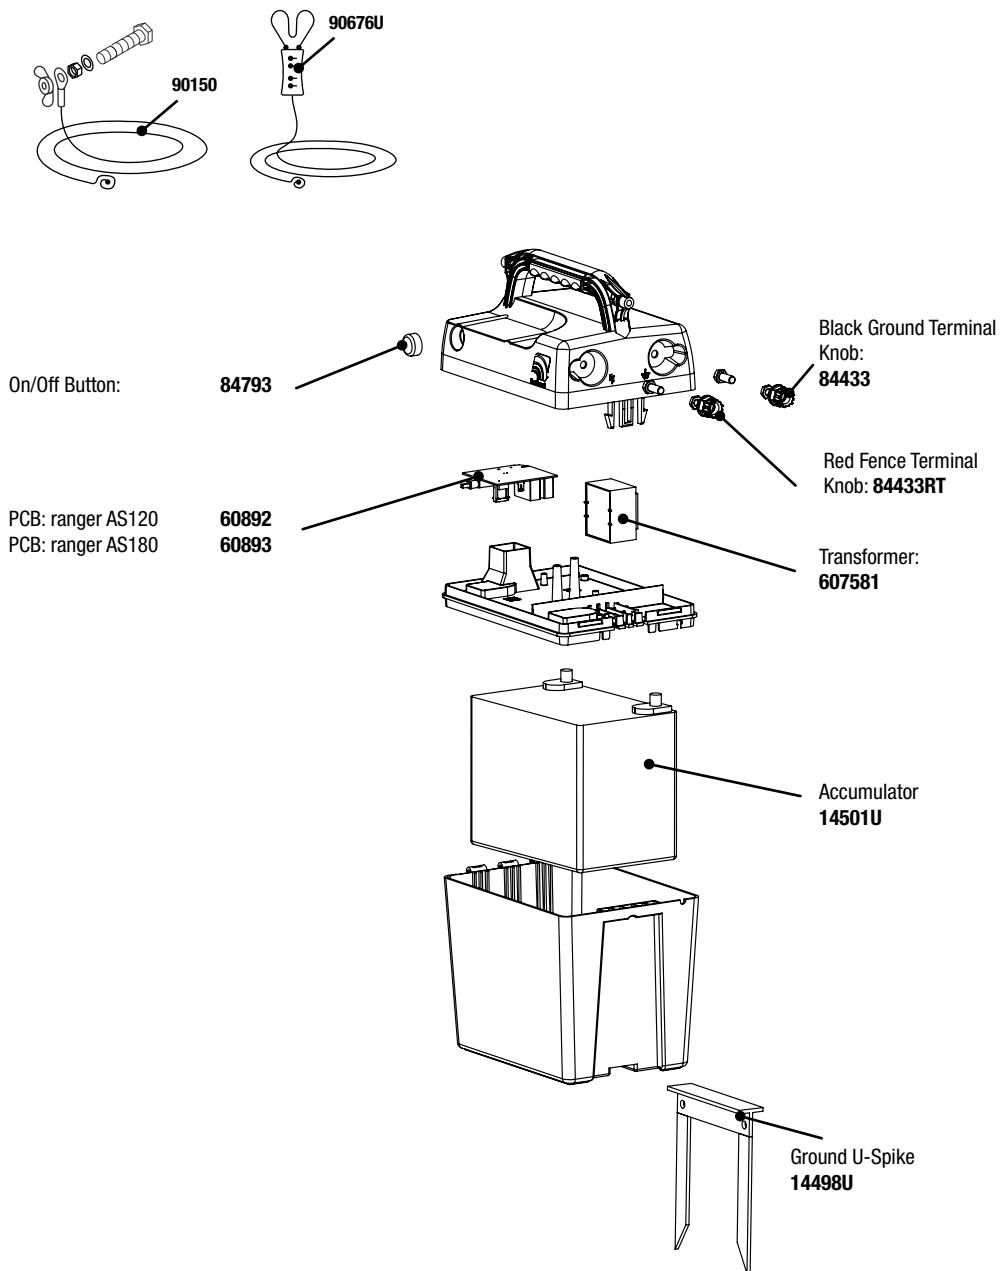

Fig. 2a
A más tardar cuando el acumulador está descargado en un 80% (solo 20% de capacidad de carga) este debe ser recargado para impedir una descarga total. La indicación del acumulador (P.33/ FIG 2a/ ①) está encendida:
► Utilice para el servicio en la red de 230V exclusivamente la fuente de alimentación 47PSU0010EU/UK, así como está indicado sobre la placa intermedia en el dispositivo! Tras algunos segundos se escucha un tic-tac uniforme, el dispositivo está en servicio. La indicación de tensión en el vallado (P.33/FIG.2a/) se enciende al ritmo de los impulsos eléctricos. Con la fuente de alimentación se puede cargar con facilidad en servicio paralelo un acumulador de 12V conectado. En caso de interrupción de la alimentación de 230 V el dispositivo se alimenta desde el acumulador.